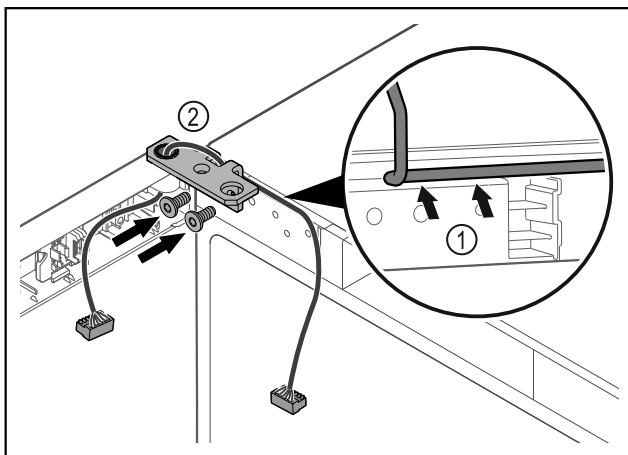

Fig. 45
- Introdurre il cavo nel foro della cerniera angolare e posarlo con cautela Fig. 45 (1).
- Avvitare la cerniera angolare Fig. 45 (2).